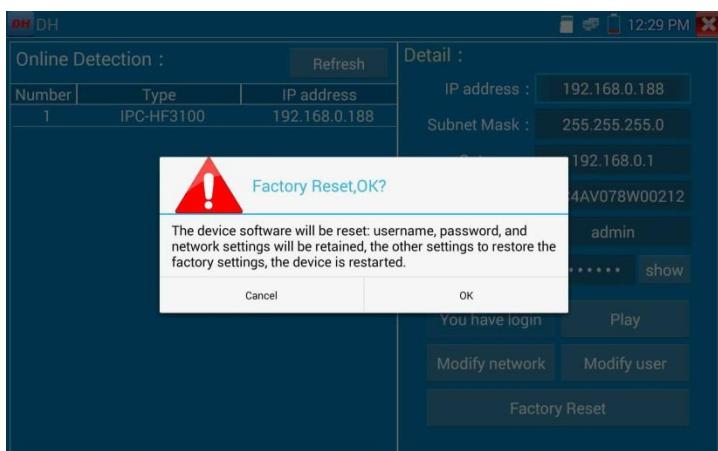

Рис. 136 Сброс к заводским настройкам
6. Для сброса настроек видеокамеры к заводским воспользуйтесь кнопкой «Сброс к заводским настройкам» (Factory Reset) рис. 136